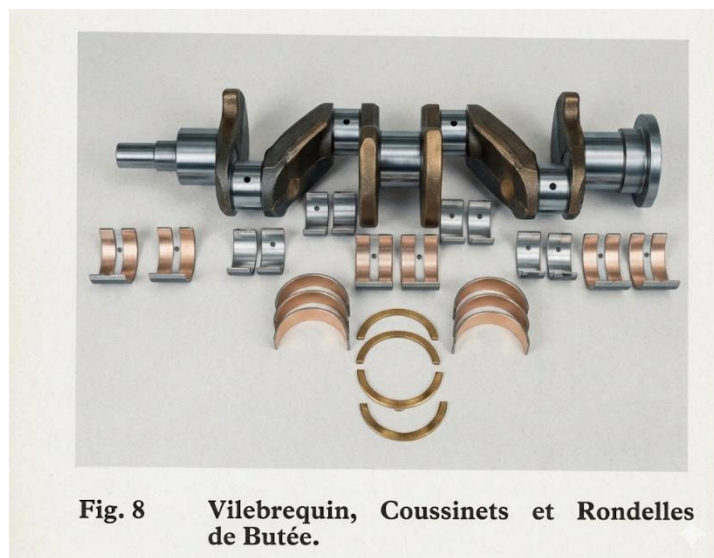

Fig. 8 Vilebrequin, Coussinets et Rondelles de Butée.
(f) Le Vilebrequin (Fig. 8)
4. Vilebrequin et paliers principaux (Fig. 8)